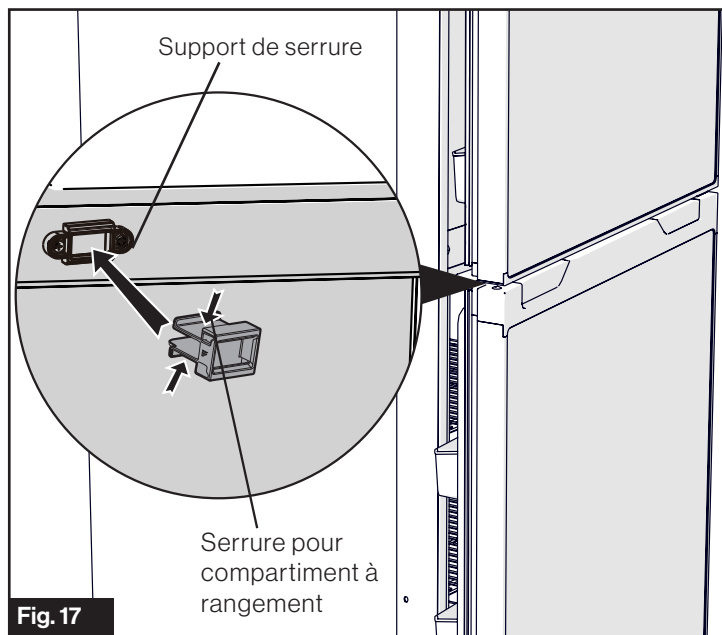

Fig. 17
2. Appuyez sur les deux côtés de la serrure pour compartiment à rangement selon les flèches illustrées à la Fig. 17, puis tirez pour retirer la serrure pour compartiment à rangement.